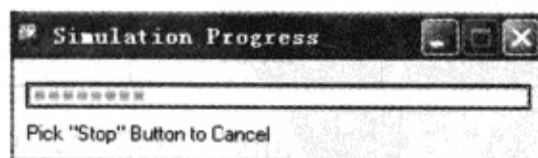

图 3-9-15 仿真进度窗口
(5) 在“Sweep Sampling”对话框中单击“Continue”按钮→弹出仿真进度窗口，如图 3-9-15 所示。